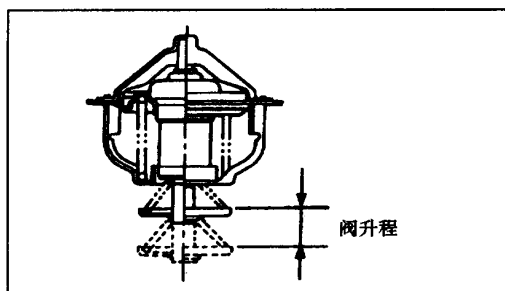

图 8-5
- (2) 使水温上升到全开温度时,检查阀的上升量是否为标准值(见图8-5)。标准值: 95°C , 上升量: 8.5mm以上